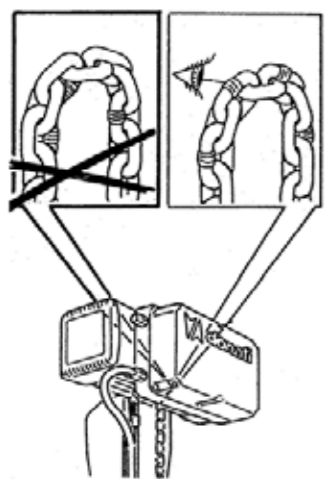

fig.141
**L'anello verticale della nuova catena deve essere inserito in modo da far risultare la saldatura dello stesso rivolta verso l'esterno del paranco per un buon inserimento ed estrazione dalla noce.** (fig.141)